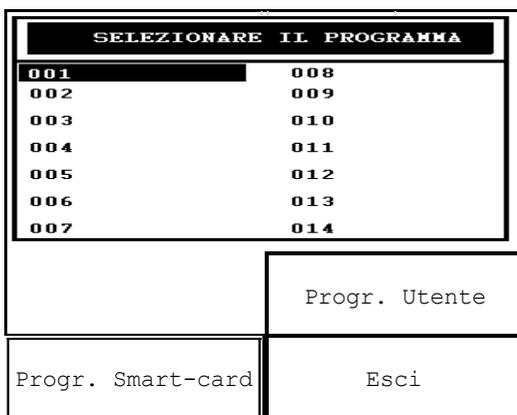
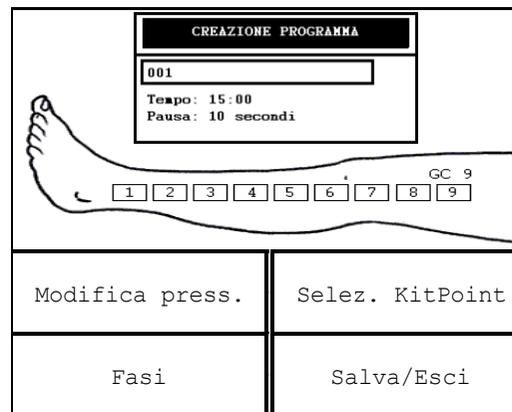

Fig.18
Fig. 19
Invece , premendo il tasto funzione relativo al pulsante GLOBALE (vedi fig. 18) , compare la seguente schermata:
Premendo invece il tasto funzione relativo al pulsante **PROGR. SMART-CARD**, l'area di memoria selezionata per creare un programma è la smart-card (come indica la cornice all'interno del pulsante **PROGR.SMART-CARD**); la pressione di tale pulsante farà comparire la schermata di fig.18.
Ad esempio, selezionando la riga 001 della memoria utente per salvare il programma, compare la schermata di fig.19.
- si ritorna alla schermata di fig. 18 se era stata selezionata la memoria utente per la creazione del programma personalizzato
- si ritorna alla schermata di fig. 19 se era stata selezionata la smart-card per la creazione del programma personalizzato.
Dopo che l'operatore è stato informato che l'operazione di memorizzazione del programma personalizzato sul supporto di memoria selezionato è terminato con successo, passato qualche secondo di attesa, si ritorna alla schermata di fig. 18 se era stata selezionata la memoria utente o alla schermata di fig. 19 se era stata selezionata la smart-card.